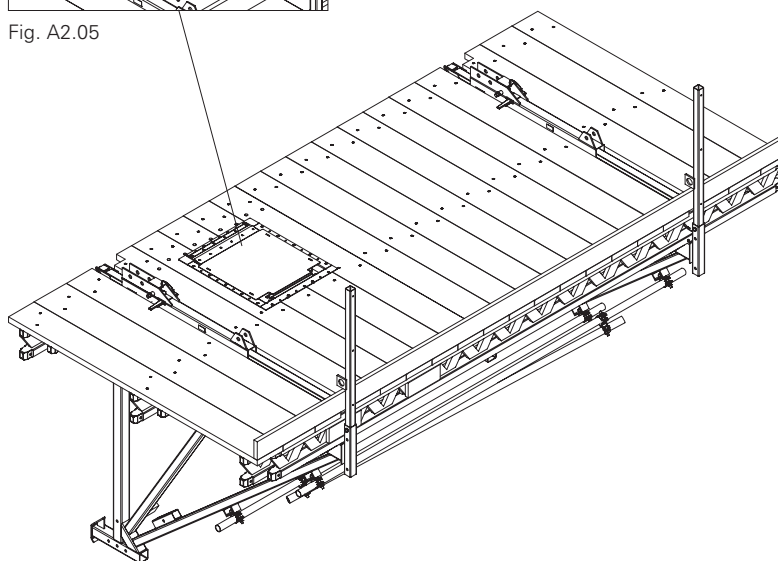

Fig. A2.06
- Fixar o bastidor do alçapão ao assoalhamento (aprox. 20 St. TORX 6 x 40). (Fig. A2.06)